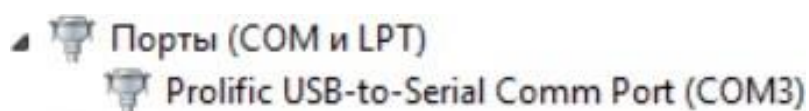
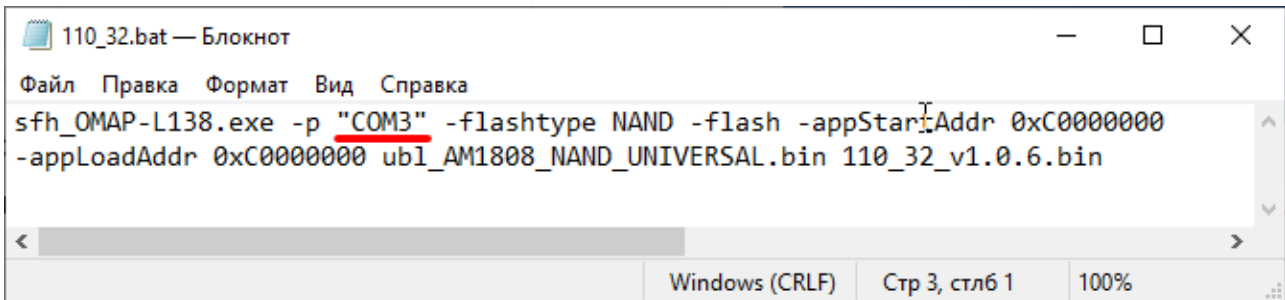

Рисунок 2.3. Определение COM-порта в диспетчере устройств
Рисунок 2.4. Выбор COM-порта
6. Определить номер **COM**-порта (или виртуального **COM**-порта), к которому подключен кабель KC14 (см. «Диспетчер устройств» Windows) (рисунок 2.3).
9. Необходимо изменить номер **COM-порта** на номер, определенный ранее в «Диспетчере устройств» Windows (рисунок 2.3), и затем **сохранить изменения** в файле (рисунок 2.4).